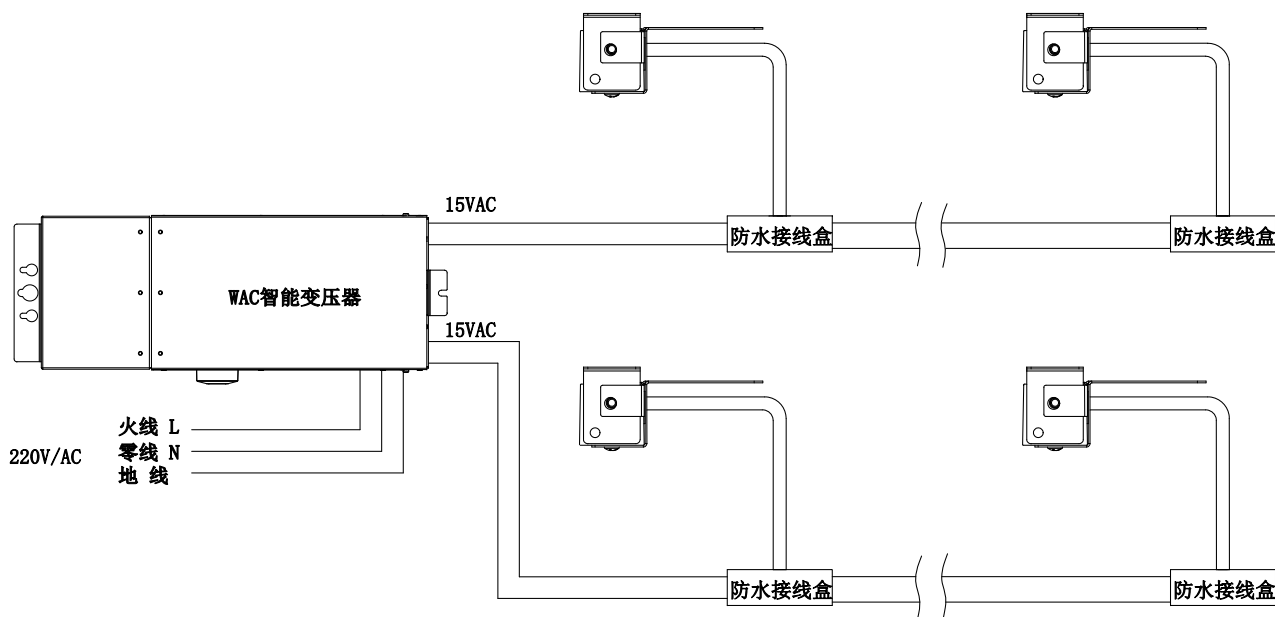

图 5
6. 将灯具电源线与WAC智能变压器接线（注意接线位置做防水处理），接线示意图参考〈图5〉；